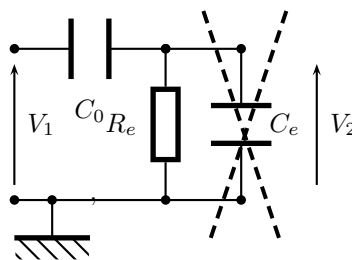

FIG. 4 – Déphasage entre les tensions AC et DC
19. Débrancher le circuit utilisé précédemment. Relier maintenant directement le GBF utilisé à une fréquence de 100 Hz sur les deux voies de l'oscilloscope, en utilisant le couplage AC sur une voie et le couplage DC sur l'autre voie. On se retrouve ainsi dans une situation où la voie en DC visualise  $V_2$  et la voie en AC visualise  $V_1$  comme sur la figure 4. Compte tenu de la fréquence utilisée, on pourra négliger la contribution du condensateur de capacité  $C_e$ .
Diminuer la fréquence du GBF jusqu'à ce qu'elle soit inférieure à 10 Hz. Observer le fait que les deux voies se déphasent progressivement. Expliquer rapidement. Rechercher un déphasage (valeur absolue) de  $45^\circ$ , en déduire la valeur de  $C_0$ . On raisonnera sur la phase de la fonction de transfert du circuit de la figure 4.